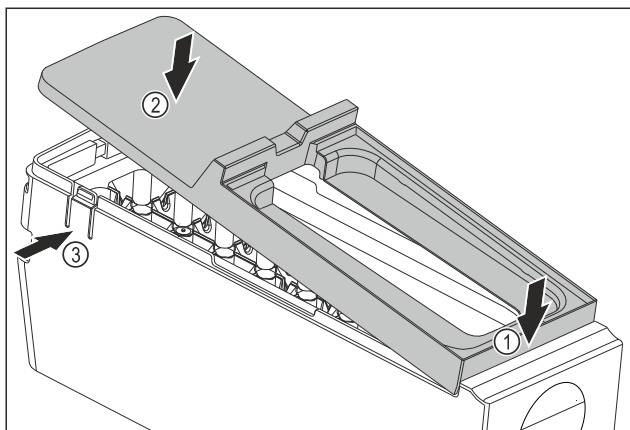

Fig. 148
- ▶ Montáž krytu korpusu EasyTwist-Ice: Nasadte kryt na přední stranu. Fig. 148 (1)
- ▶ Spusťte kryt vzadu dolů. Fig. 148 (2)
- ▶ Kryt slyšitelně zaklapne v obou lamelách Fig. 148 (3).